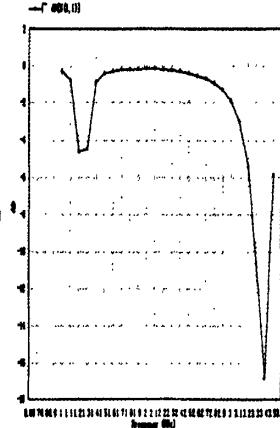

图3 L=17时双频天线的频率增益图
4.2 把切槽的参数L由原来的10mm改成17mm,得到的不同仿真结果。各仿真结果如图3。